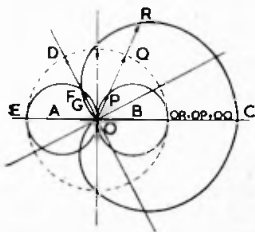
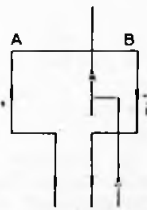
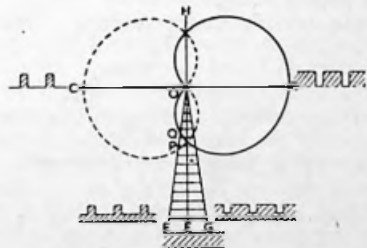
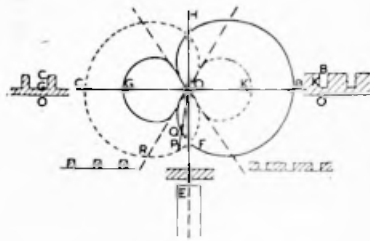

Fig. 8
Fig. 9
Fig. 10
Fig. 12
de ongerichte antenne gelijk zijn. Het veldsterktediagram van de ongerichte uitzending wordt voorgesteld door de grote cirkel in fig. 8, dat van de raamuitzending door de twee kleine cirkels.
Afhankelijk van de stroomrichting in het raamsysteem in fig. 9 zullen de veldsterktes in het rechter deel van het diagram in fig. 8 in fase zijn; we vinden het totale diagram door telkens de sectoren OP en OQ bij elkaar op te tellen, waardoor OR ontstaat. In de voorwaartse richting (OC) is de totale veldsterkte verdubbeld.
In het linker deel van fig. 8 is echter de raamuitzending juist in tegenfase met de ongerichte uitzending; de veldsterkte in de richting D vinden we door van OD het stuk OF af te trekken; we houden dan het stuk OG over. Het diagram wordt een cardiode of hartvormig diagram genoemd.
In fig. 10 is dit getekend. Het diagram OB komt overeen met dat in fig. 8, ter-
punt-streep rythme omschakelen, dan krijgen we fig. 12, waarin E de landingsbaan voorstelt.
We zien allereerst, dat vergeleken met fig. 10 de koersscherpte weer is toegenomen, en wel omdat de twee diagrammen elkaar bij F onder een kleiner hoek snijden als in fig. 10.
Vliegen we nu rond het bakken van B rechtsom, dan horen we in B strepen OB, terwijl in de punten een „achtergrond” OK aanwezig is. In de richting OF worden alleen strepen gehoord, door dat de punten daar nul geworden zijn. Op de koerslijn zal een constant signaal worden gehoord, in de richting OR alleen punten, terwijl in OC weer punten met een achtergrond van strepen waarneembaar zijn. De veldsterkte in de koerslijn, die bepaald wordt door de ongerichte antenne is nu echter minder geworden dan in fig. 10; terwijl daar de veldsterkte in de richting OE de helft is van de max. veldsterkte in de richting OE, is dit in fig. 12 nog slechts een derde.
De grootste koersscherpte wordt bereikt als de middenantenne geen energie uitstraalt, echter zal dan in de koersrichting (OE in fig. 12) geen signaal ontvangen worden. Een piloot, die op het bakken aanvliegt, zal dus in de koers OE in het geheel niets horen, terwijl hij pas na afwijking uit de koers punten resp. strepen ontvangt. Pas als hij dicht bij het bakken is zal de veldsterkte in de richting OE voldoende groot zijn om een constant signaal te horen. Men zegt, dat de reikwijdte in de koers te gering is geworden. Daar de piloot in een nauwe koersvector (fig. 1) de landingsbaan naderd, is de grote energie in de richtingen OB en OC vrijwel verloren energie.